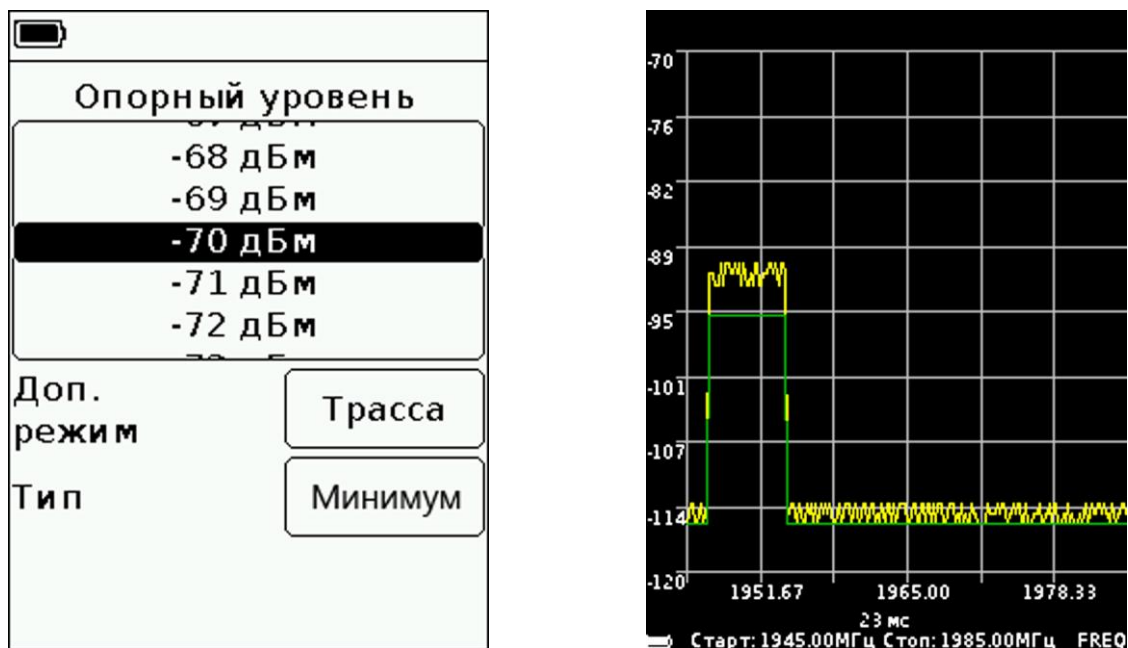

Рисунок 8.4.3 – Измерения в дополнительном режиме «Трасса Минимум»
8.4.2.2. В дополнительном режиме **«Трасса»** при выборе типа измерений **«Минимум»**, происходит отображение минимальных значений сигнала на экране и построение спектрограммы зелёного цвета по точкам минимальных значений (Рисунок 8.4.3).